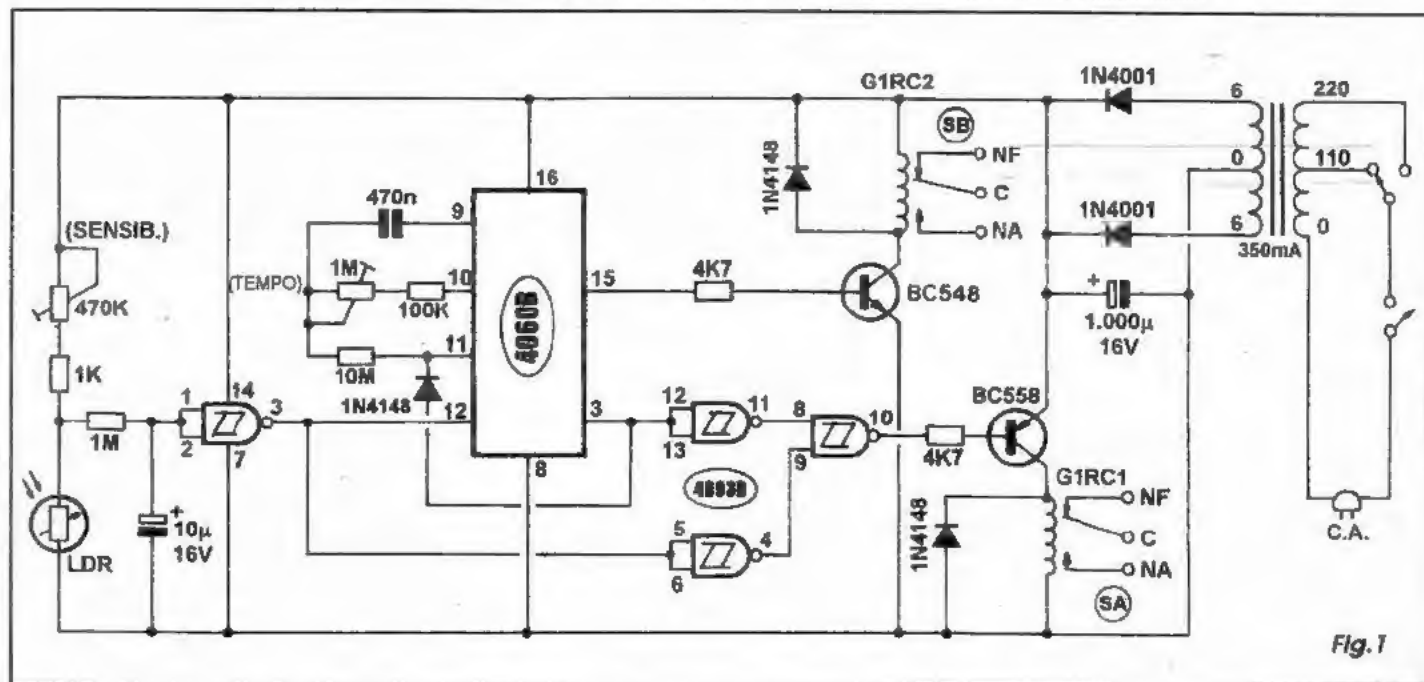

Fig. 1
- FIG. 1 - DIAGRAMA ESQUEMÁTICO DO CIRCUITO - No centro ativo do circuito temos um integrado C.MOS 4060, bastante utilizado devido à sua grande versatilidade... Trata-se de um múltiplo contador, com vários dos seus estágios oferecendo saída através de pinos específicos... Além disso, o 4060 contém alguns *gates* internos *sobrantes*, especialmente aplicáveis para a elaboração de um *clock* (oscilador/base de tempo) incorporado, pela anexação simples de alguns resistores/capacitores externos... Esse *clock* é basicamente determinado pelos resistores de 100K e 10M, *trim-pot* de 1M e capacitor de 470n, aos pinos 9-10-11... Após as sequentes divisões efetuadas pelos contadores internos, apenas duas das saídas são